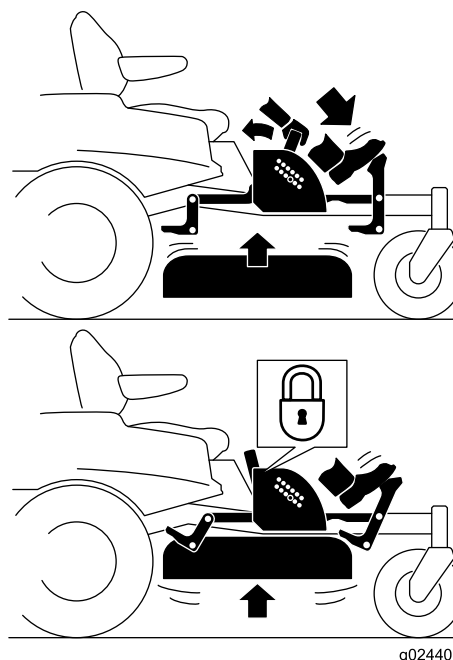

Figura 27
- Pressione o pedal de elevação da plataforma; continue a pressionar o pedal até que a plataforma esteja bloqueada na posição de transporte (Figura 27).
- Carregue no pedal de elevação da plataforma com o pé e puxe a pega de bloqueio de transporte para trás para desengatar o bloqueio de transporte (Figura 27).
4. Carregue no pedal de elevação da plataforma com o pé e puxe a pega para trás para desengatar o bloqueio de transporte (Figura 27).